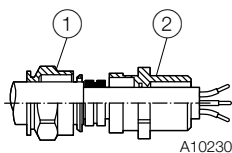

Рис. 2. Затягивание кабельного сальника
Степень защиты IP 66 / 67 достигается только при условии установки черного неопренового уплотнительного кольца между кабельным сальником и корпусом, а также при соблюдении момента затяжки 3,6 Нм (Рис. 2, поз. ②). Защитите кабель от механических нагрузок (растяжения, скручивания, сжатия и пр.). В рабочих условиях герметичное закрытие кабельного ввода не должно нарушаться. Заказчик должен предусмотреть наличие устройства защиты кабеля от натяжения.
5. Затягивайте кабельный сальник до тех пор, пока уплотнительное кольцо не будет прочно огибать провод (Рис. 2, поз. ①). Не допускайте на корпусе превышения указанного момента затяжки более чем в 1,5 раза (см. указания по монтажу)!